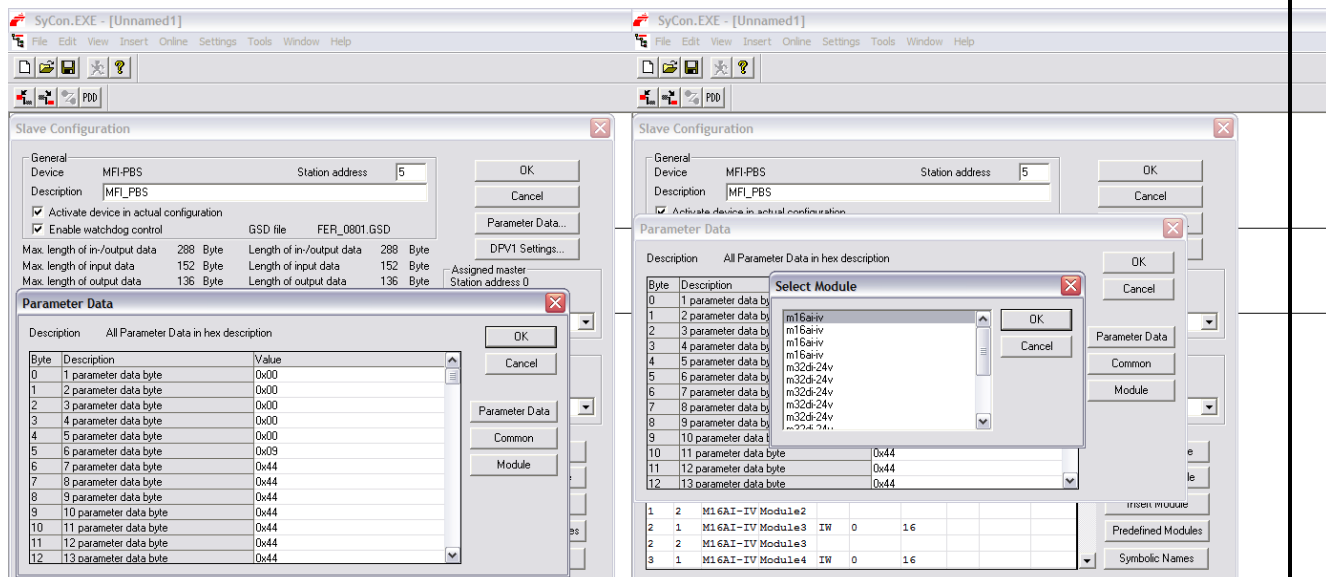

Figura 3.3.5 – Exemplo de configuração e parametrização no SyCon (parametrização)
- 8) Para parametrizar cada um dos módulos nos slots, clique em *Parameter Data...* e aparecerá uma janela como o da Figura 3.3.5. Se clicarmos no botão *Common*, aparecerão dois parâmetros específicos da interface e não dos módulos nos slots (*Operation Mode* e *Diagnostic Information*). Deixe-os como está. Qualquer dúvida sobre o significado dos parâmetros, leia o manual do módulo escravo PROFIBUS do Citrino (MFI-PBS). Se clicarmos no botão *Module*, pode-se parametrizar um módulo em um determinado *slot*. Para parametrizar o primeiro M16AI-IV, basta dar um duplo clique no primeiro módulo da janela da Figura 3.3.5 e escolher as opções. Qualquer outra parametrização deverá ser feita utilizando o mesmo raciocínio. Após finalizado clique em OK em todas as janelas;